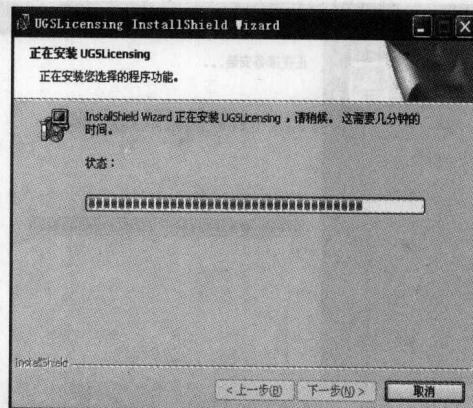

图 1-8 NX 5 UGS Licensing 程序安装界面
(11) 单击 **[安装(I)]** 按钮开始 NX 5 UGS Licensing 程序的安装，如图 1-8 所示。